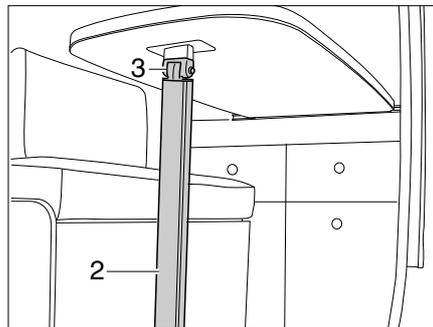

Bild 34 Hängetisch mit Gelenkstützfuß
- Den Tischfuß (Bild 34,2) am Gelenk entriegeln und einklappen.
- Den Tischfuß (Bild 34,2) ausklappen und auf dem Boden des Campsters absetzen.